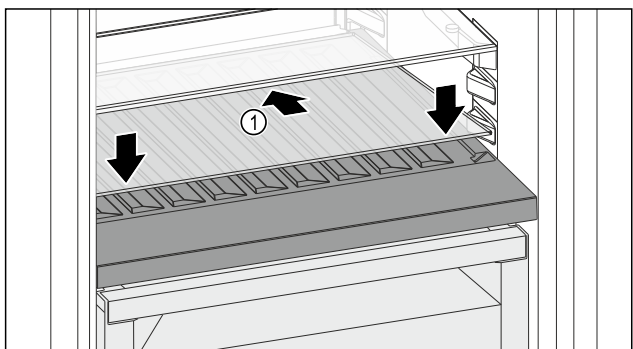

Fig. 146
- ▶ Stekleno ploščo Fig. 146 (1) namestite postrani, nagnjeno spodaj nazaj.
- ▶ Stekleno ploščo Fig. 146 (1) spustite spredaj.